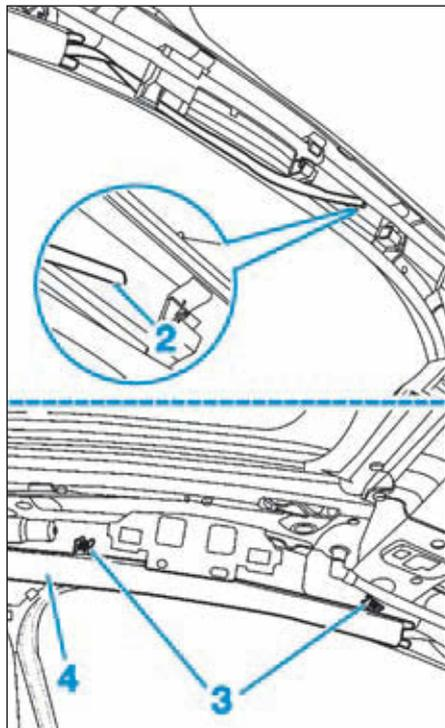

FIG.11
- la sangle avant (2),
- les rivets (3) (Fig.11).
- Découper l'enveloppe (4) et dérouler le rideau de l'airbag latéral.